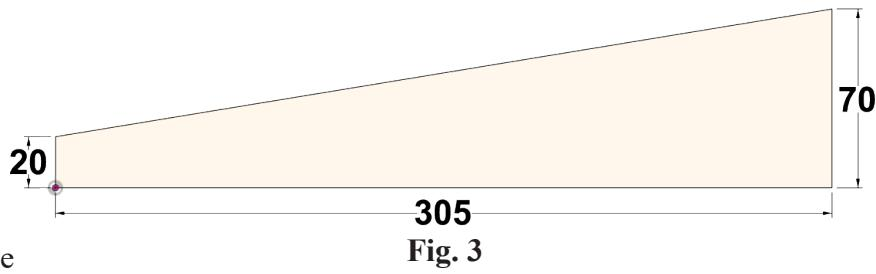

Fig. 3
Step 5. Add dimensions, Fig. 3.